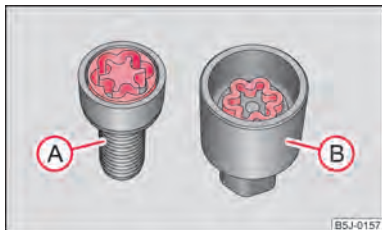

Fig. 140 Immagine: Bullone di sicurezza con adattatore
- Introdurre il lato dentato dell'adattatore (B) nella dentatura interna della testa del bullone (A) ⇒ fig. 140.
- Innestare fino a battuta la chiave per ruote sull'adattatore (B).